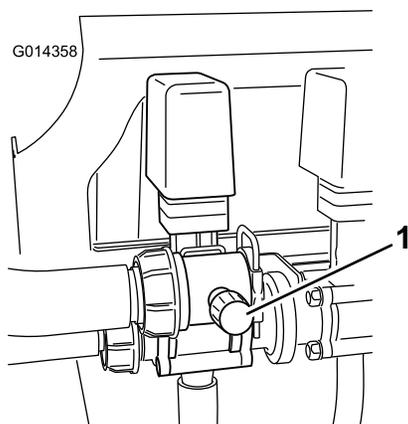

Figure 24
- Réglez la vanne de dérivation (Figure 24) à l'arrière de la vanne d'agitation jusqu'à ce que la pression indiquée soit 100 psi.